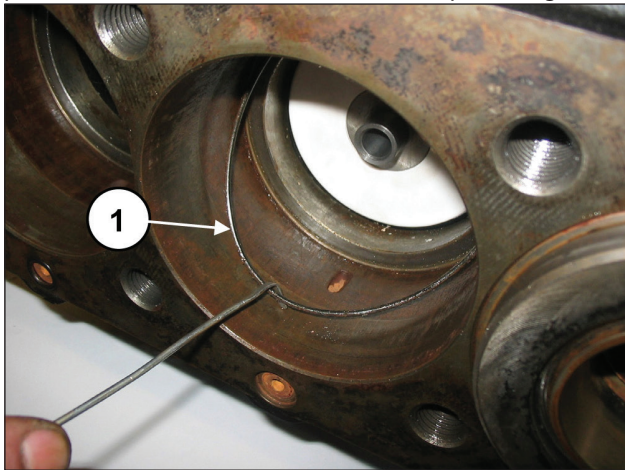

Fig. 125
Remova o O-ring do fundo do suporte do vedante, se não permanecer no interior do cárter da bomba (pos. ①, Fig. 125).